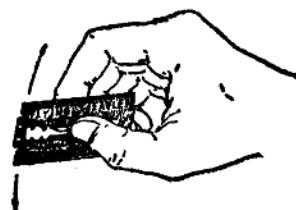

图 1-1
3. 透明纸：透明纸又叫映绘纸、描图纸。纸面涂有石腊等物质，呈半透明乳白色。它的正反两面都可绘图。透明纸表面不很平滑，影响绘线的光滑度，可用双面刀片在纸面来回轻轻地刮去凸起部分，见图1-1，然后用软橡皮擦一次，可获得光滑的表面，绘线也很光滑。